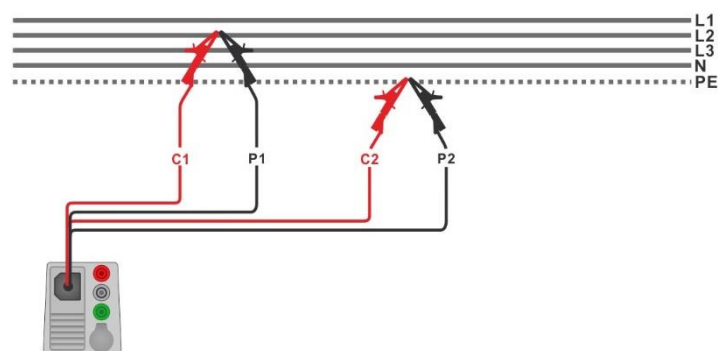

Abbildung 7.44: Anschluss des 4-Leiter Prüfadapters
- › Schließen Sie den 4-Leiter Prüfadapter an das Prüfobjekt an: die C1, P1 Klemmen an die Phase und C2, P2 Klemmen an PE; siehe **Abbildung 7.44**.